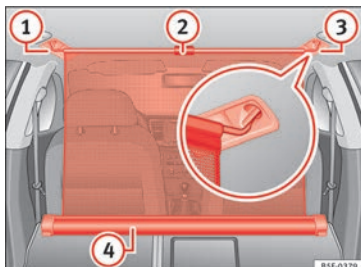

Fig. 170 Dans le coffre à bagages : filet de séparation attaché avec le dossier de la banquette arrière rabattu.
- Tirez la languette » **fig. 170** ② vers le haut pour sortir le filet de la structure » **fig. 170** ④.
- Attachez le filet de séparation au côté droit » **fig. 170** ③ (image élargie).
- Attachez le filet de séparation dans le logement du côté gauche » **fig. 170** ① en étirant la tringle.
Le filet de séparation est monté correctement lorsque les extrémités en forme de T sont fermement attachées dans les logements correspondants » **fig. 170** ③ et ①.
- Enroulez le filet dans la structure » **fig. 170** ④ en la déposant manuellement.